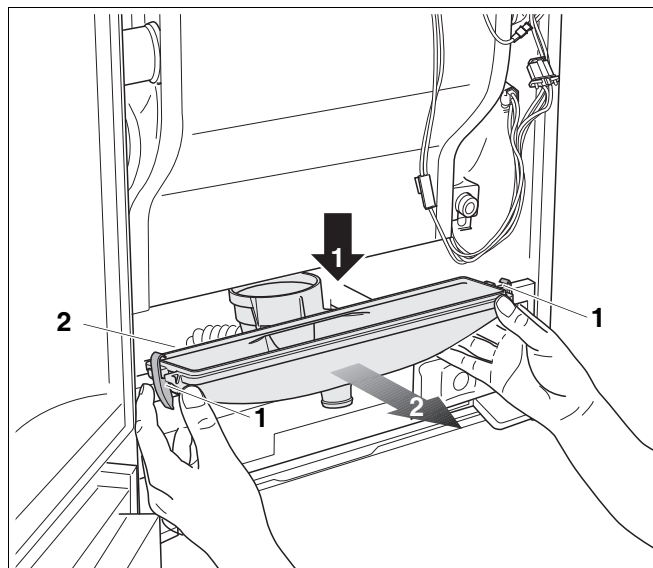

Fig. 111 Aftagning af kondensatkarret
- Åbn de 2 klemmer til venstre og højre på kondensatkarret (fig. 111, pos. 1).
- Træk kondensatkarret ned (fig. 111, trin 1) og tag af forfra (fig. 111, trin 2).
- Kontrollér pakningen mellem kondensatkarret og varmeveksleren (fig. 111, pos. 2) for skader, og udskift eventuelt.